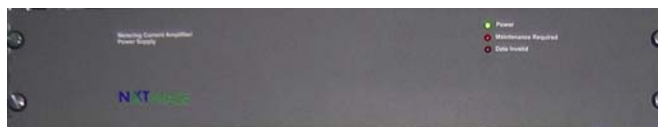

Рис.8 CAPSU
1.4.3 Усилитель тока и блок питания - CAPSU (рис.8)